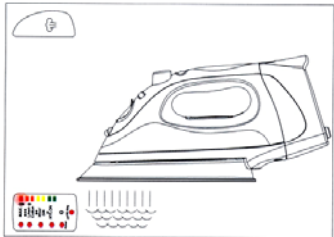

Fig. 2
- Apoye la plancha en posición vertical en una superficie estable y protegida y deje que se caliente por unos dos (2) minutos o hasta que el indicador de temperatura de la derecha del panel de control deje de parpadear.
- Gire el control variable de vapor hacia la derecha para aumentar la cantidad de vapor. Al usar más vapor, la plancha usa más agua y podría ser necesario rellenarla más seguido. (Fig. 2)